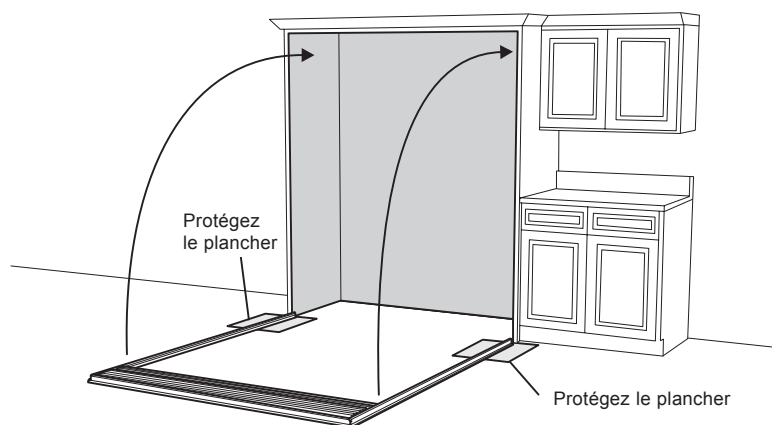

Figure 6
- D'abord, disposez un revêtement protecteur à l'endroit où la garniture de côté touchera le plancher près de l'ouverture brute. Puis, mettez l'ensemble de grille et cadre en position debout et centrez-le dans l'ouverture brute. Voyez la figure 6. Vous pourriez devoir utiliser plusieurs morceaux de ruban sur les coins supérieurs et la partie centrale supérieure afin de maintenir l'ensemble en place de façon temporaire.